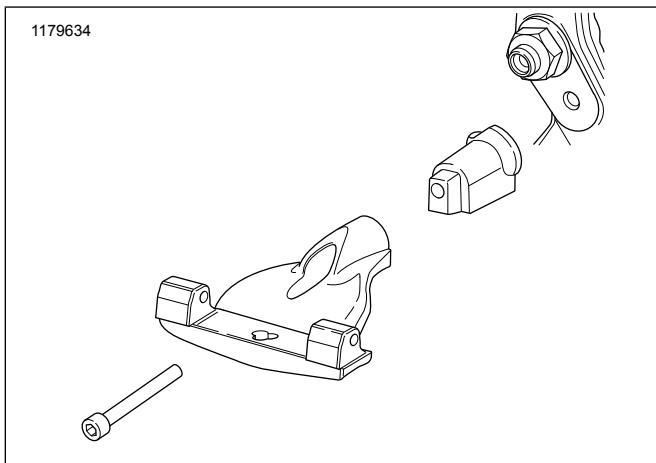

**Figura 3. Instalación de la bola y el resorte**
5. Ver Figura 3. Inserte el resorte dentro del agujero de retención en el soporte de placa apoyapiés. Repose la bola en la parte superior del resorte.